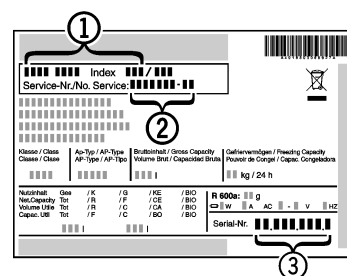

Fig. 12
- ▶ 读取铭牌上的设备名称 Fig. 12 (1)、服务号 Fig. 12 (2)和序列号 Fig. 12 (3)。铭牌位于设备内左侧。
- ▶ 通知客户服务部，并告知故障、设备名称 Fig. 12 (1)、服务号 Fig. 12 (2)和序列号 Fig. 12 (3)。